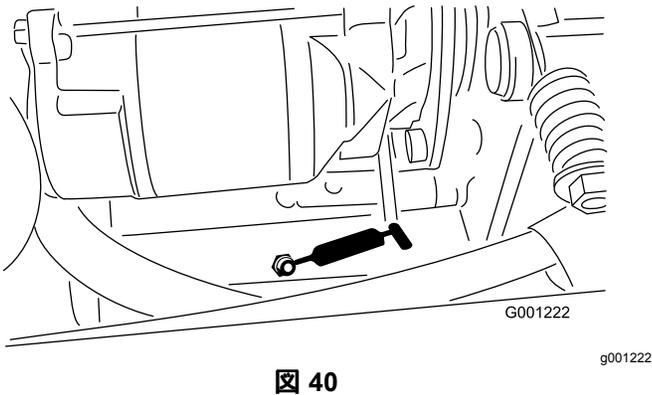

図 40
- PTO のテンションピボット 図 40
- PTO の後ベアリング (図 40)